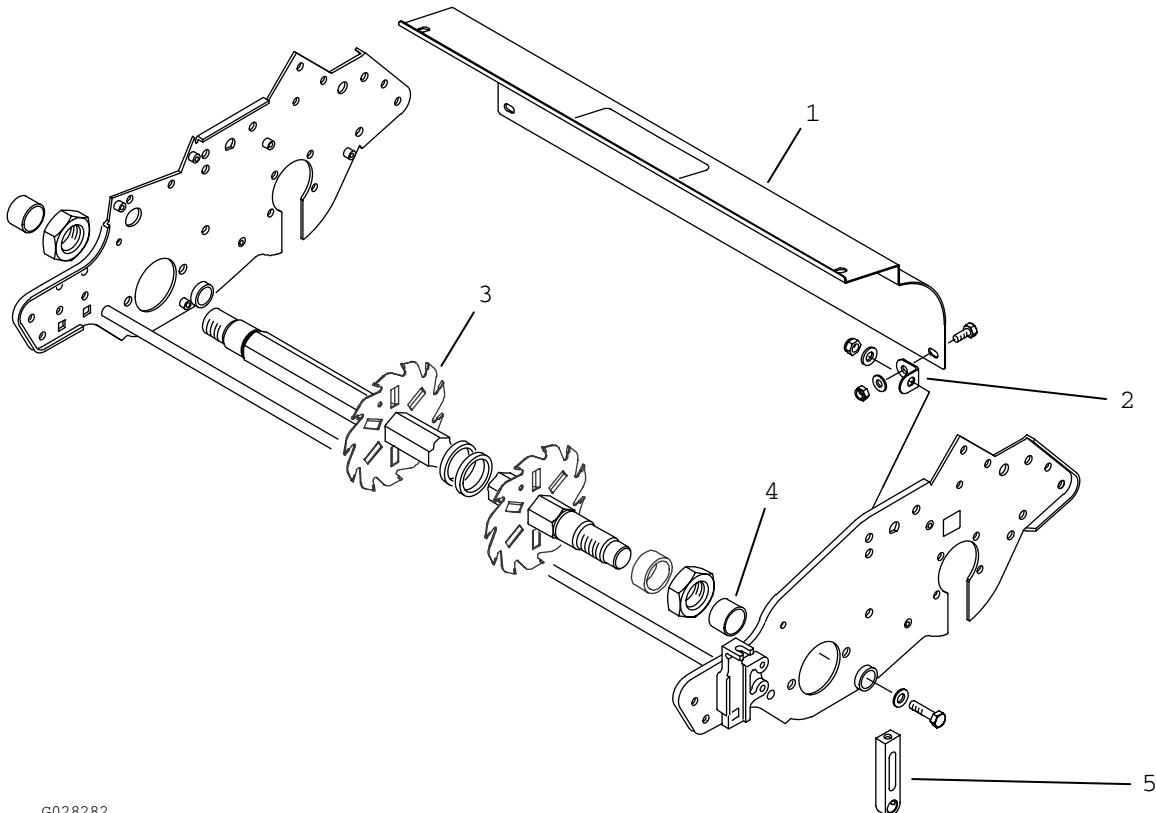

図 3
2. 新しいグラスシールドの両端にシールドブラケットを仮止めするキャップスクリュ 5/8 インチ、平ワッシャ、ロックナットを使って図 3 のように取り付ける。
3. ベッドバーのピボット穴を通して、左右のサイドプレートにシールドブラケットを取り付けるキャップスクリュ 1-1/4 インチ、平ワッシャ 2 枚、ロックナットを使って図 3 のように取り付ける。
2. リールシャフトの両端部にスペーサーシールを取り付ける図 3。